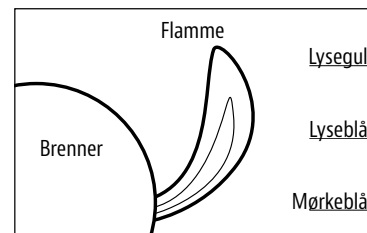

FIG. 3
9. Etter tenning observerer du brennerflammen. Påse at alle brenner portene er tent og at flammehøyden samsvarer med illustrasjonen. **Fig. 3.**